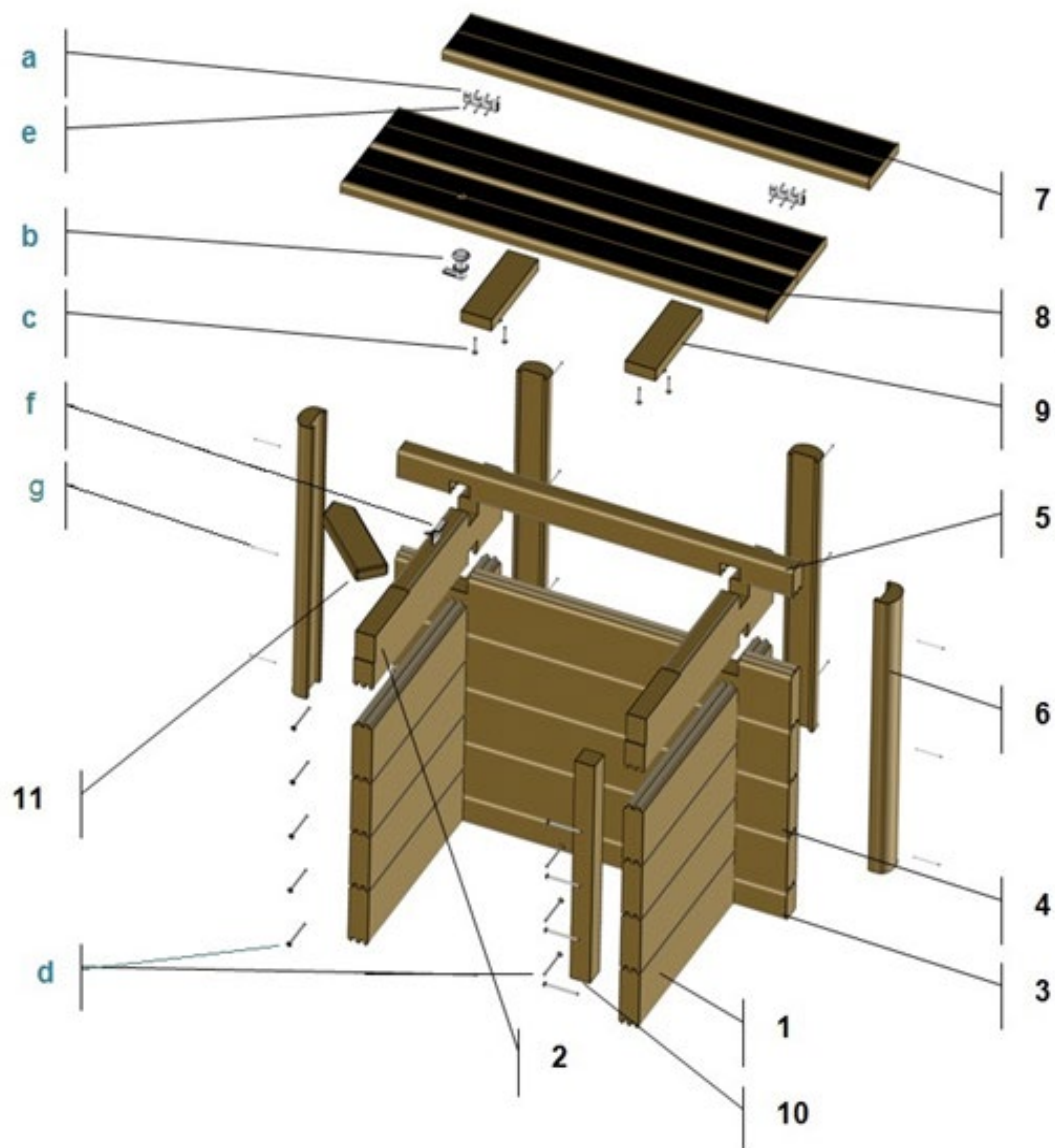
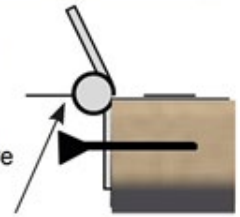

Figure 59 – Éclaté du coffre
Figure 65 – Fixation des charnières
Pour finir, fixez le tasseau de 45 × 45 mm (pièce n°10 de la *Figure 59*) à l'aide de 4 vis à tête fraisée 5 × 80 torx filetées sur 50 mm (d). Ce tasseau doit affleurer l'extrémité des lames en bois du coffre.
La pièce d'angle livrée avec le pack bois de votre piscine urbaine est rectangulaire. Après pose des margelles de votre coffre, cela laisserait un espace vide triangulaire. Afin d'éviter ce désagrément, il convient de substituer cette pièce par celle livrée avec le coffre (pièce n°11 à la Figure 59), qui comporte une extrémité pointue.
- Par fixation du tasseau (pièce n°10 à la Figure 59) dans les lames bois du bassin à l'aide de 3 vis à tête fraisée 5 x 80 torx filetées sur 50 mm (d);
A l'aide de 3 vis à tête fraisée 4 × 35 par charnière (e), visser les deux charnières sur la tranche d'une margelle de caillebotis de 97,5 cm de longueur (pièce n°7 à la Figure 59) aux cotes indiquées à la Figure 65.
Respectez pour ce faire les consignes de fixation des charnières données à la Figure 65.
Le système de verrouillage de la trappe est constitué d'un canon de serrure à clef, d'une came de serrure à fixer à l'extrémité du canon de serrure, et d'une gâche de serrure à fixer dans la lame de verrouillage du coffre (pièce n°2 à la *Figure 59*).